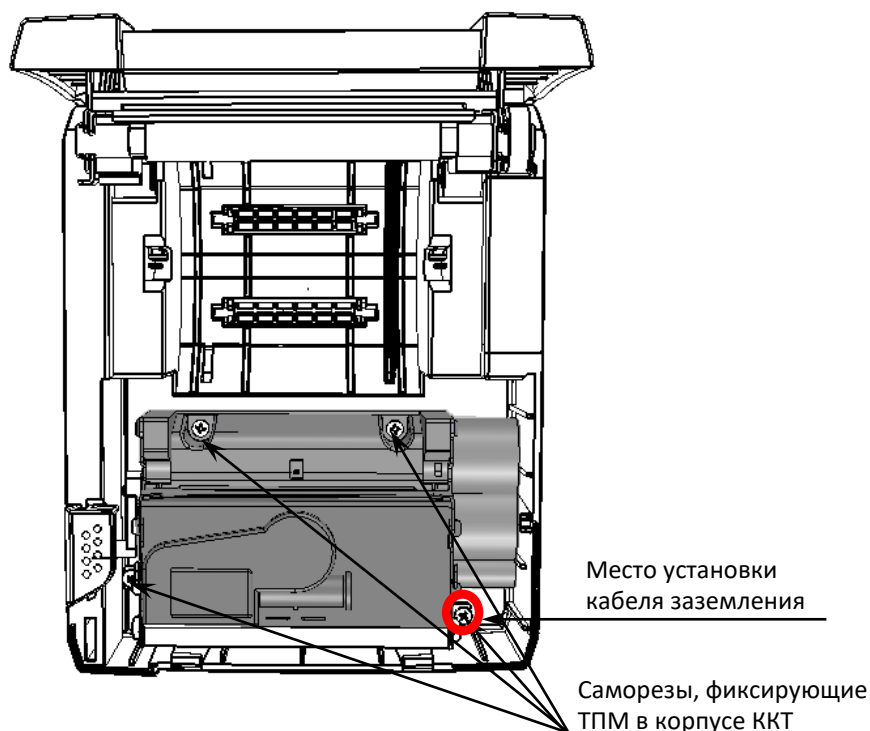

Рисунок 15. Крепление ТПМ в корпусе ККТ
- **Кабель заземления ножа** одним концом крепится к саморезу крепления основной части ТПМ в верхней части корпуса изделия (см. рисунок 15). Прокладывается через проем верхней части корпуса, показанный на рисунке 16. Затем клеммой свободного конца крепится к блоку управления изделия. Особенности крепления кабеля заземления ножа к блоку управления и верхней части корпуса изделия показаны на рисунке ниже.